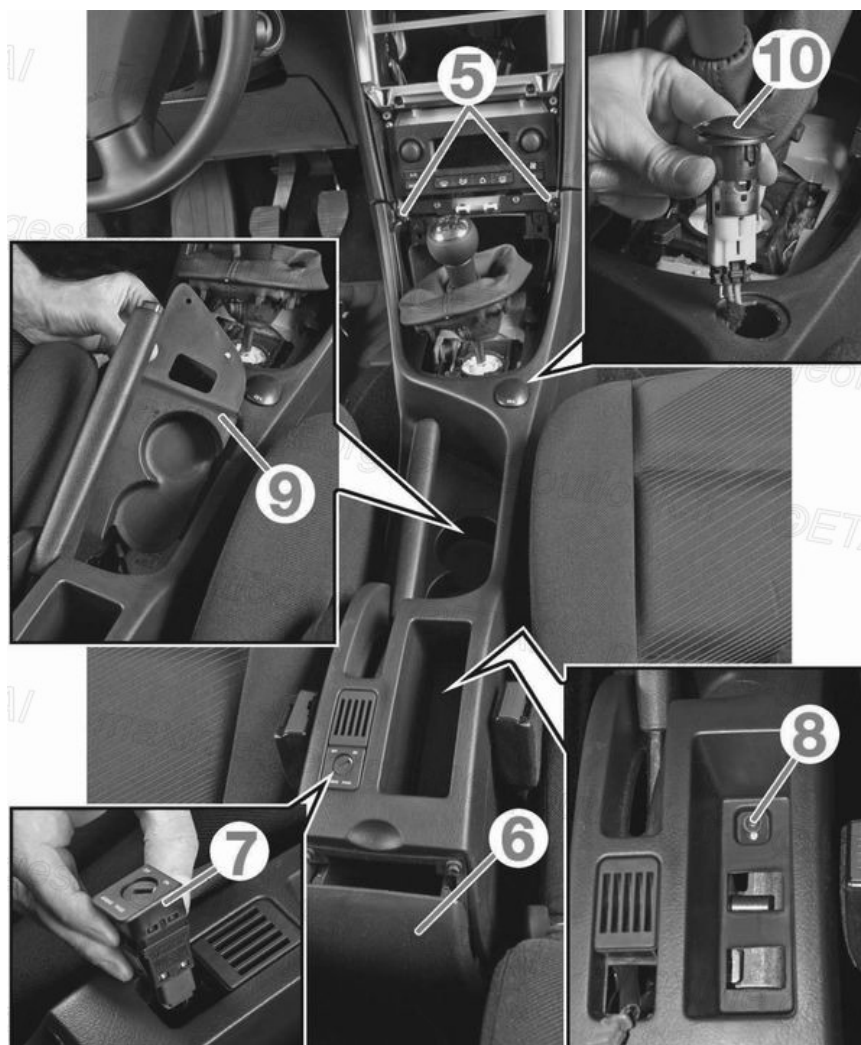

Fig. 25
- Déposer les vis (5) de fixation avant (**Fig.25**)